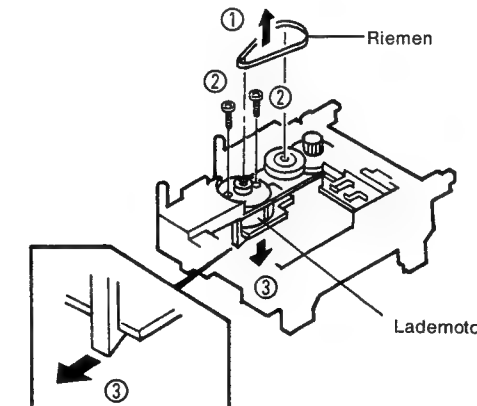

Abb. 5
3. Entfernen des Lademotors (Abb. 5)
- ① Entfernen Sie den Riemen
- ② Entfernen Sie die zwei Schrauben, die den Lademotor befestigen.
- ③ Entfernen Sie den Mechanismus-Basisstopper, der den Lademotor befestigt.